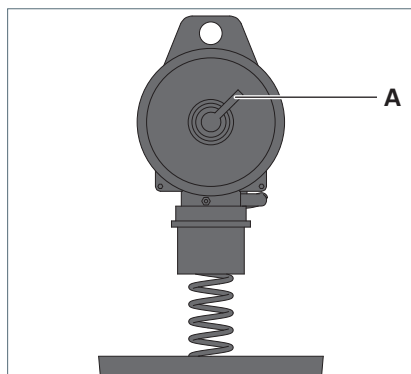

Fig. 10: Regolazione della intensità delle molle del saliscendi.
- Regolare l'intensità delle molle del saliscendi sulla manopola girevole **A** del rotolo di cavo in modo tale che l'apparecchio d'illuminazione possa essere comodamente regolato in altezza, vedi Fig. 10.